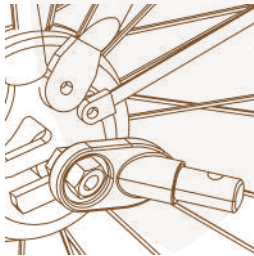

Abbildung 11
2. Achse mit Muttern: Entfernen Sie die Mutter mit der Unterlegscheibe von der linken Hinterradachse Ihres Fahrrads. Setzen Sie die Kupplung auf die Achse und schrauben Sie die Mutter mit der Unterlegscheibe wieder auf (Abbildung 11).